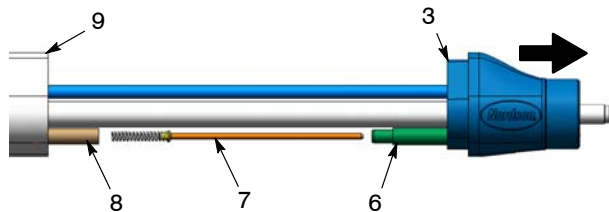

Fig. 25 Démontage de la résistance – pistolets à fixation sur tube
Pistolets à fixation sur tube : Voir la figure 25. Tirer sur l'adaptateur (3) afin de le séparer suffisamment du corps tubulaire (9) pour pouvoir accéder au guide du câble (8) et au guide de la résistance (6).
1. Voir les figures 25 ou 26. Injecter 0,6 cc de graisse diélectrique dans le guide de la résistance (6).
4. Pistolets à fixation sur tube : Faire glisser le guide (8) sur l'extrémité du guide de la résistance, puis pousser l'adaptateur (3) et le corps tubulaire (9) l'un contre l'autre.